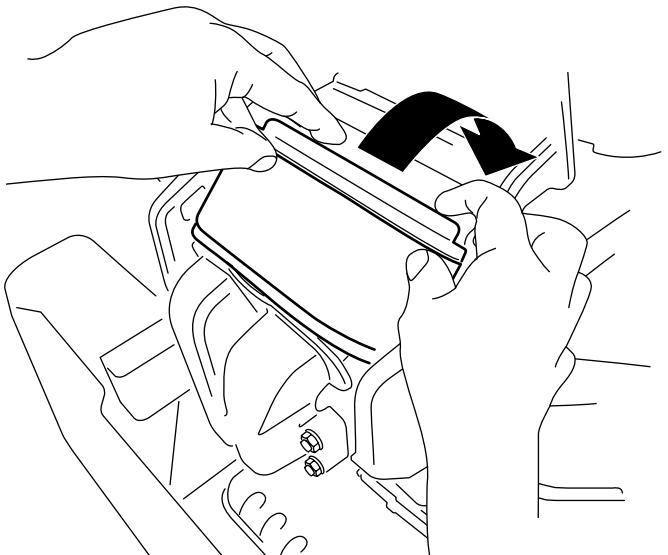

Figura 42
3. Introduzca el filtro en la cámara, girándolo para asentarlo correctamente contra el colector (Figura 42).